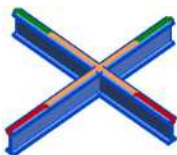

图 8-35 选择相交图元 (2)
(1) 单击“钢”选项卡“参数化切割”面板“斜接”按钮，在视图选择要进行切割的图元，如图 8-35 所示，可以框选也可以按住 Ctrl 键选择两个及两个以上相交图元。